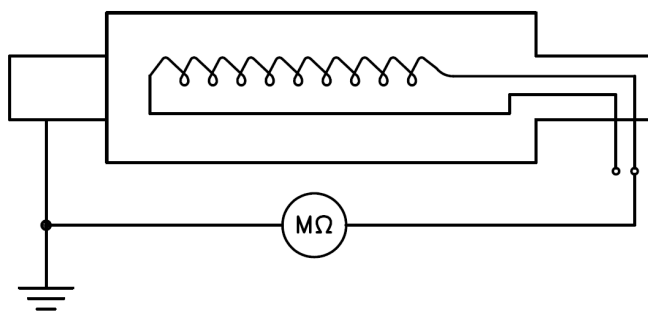

Abbildung 2
- Bei den **Rotorwicklungen** wird der Isolationswiderstand zwischen einer Wicklungsklemme des Hauptrotors auf der Gleichrichterbrücke und der Rotorerdung (Welle) gemessen (siehe **Abbildung 2**).